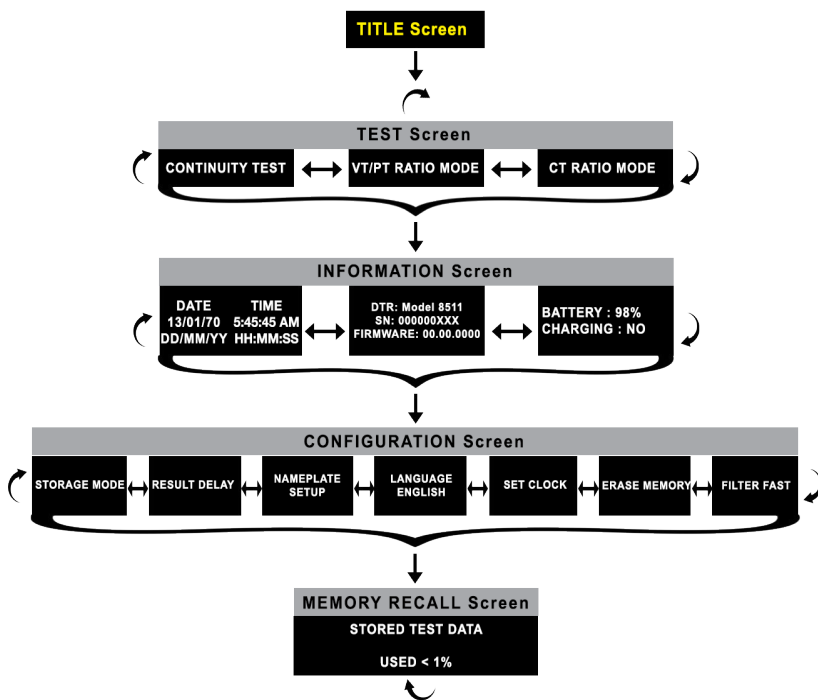

Figura 9
■ **Navegación vertical:** Pulse la tecla o para desplazarse hacia arriba o hacia abajo en un nivel del menú. Esto permite, por ejemplo, desplazarse entre las pantallas Prueba, Información, Configuración y Lectura de la memoria (véase la Figura 9). Estas teclas también se utilizan para seleccionar los elementos siguientes y anteriores de un grupo seleccionado y para mostrar o modificar los valores de determinados campos, como la fecha y la hora.